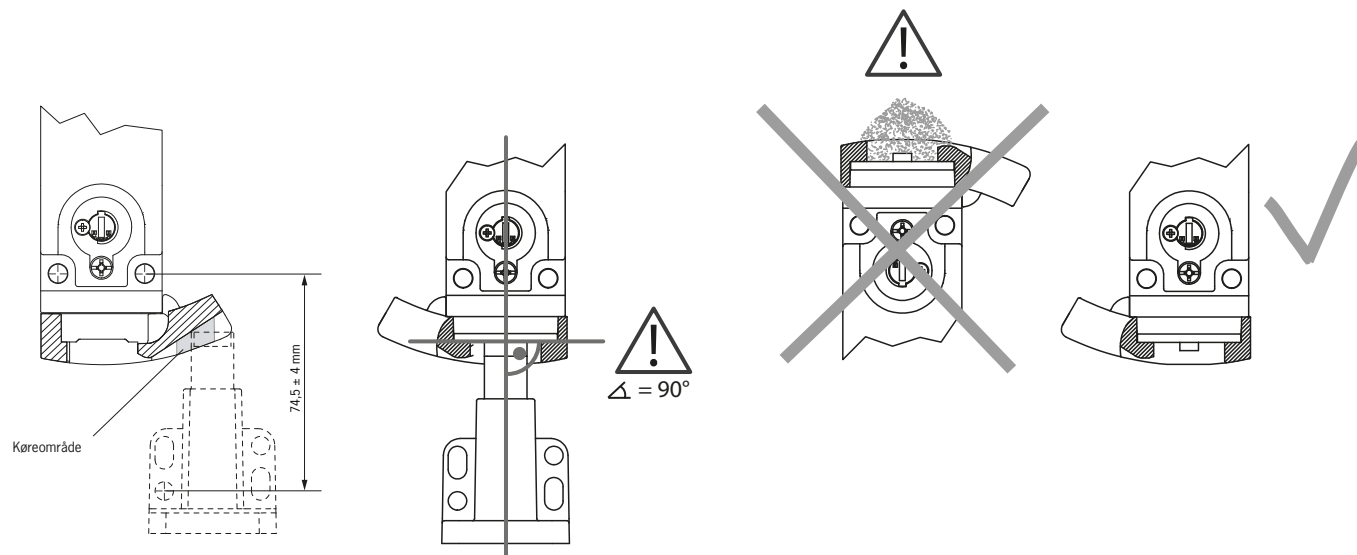

Figur 2: Monteringssituation og dørradier
- › Overhold de mindste dørradier (se Figur 2).